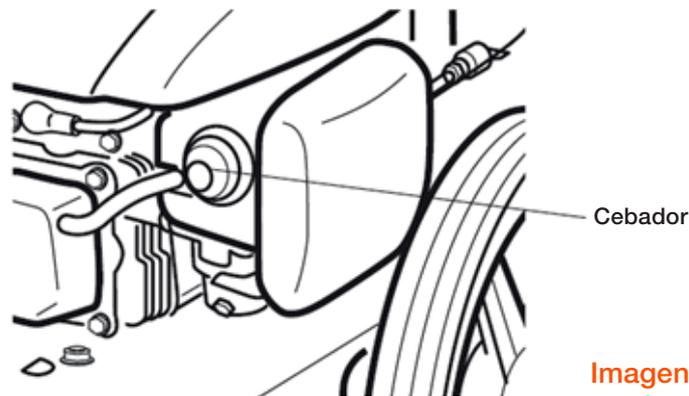

Imagen 3
- **CÓMO USAR EL CEBADOR:** No use el botón del cebador para reiniciar un motor caliente después de un breve apagado. Cuando arranque un motor frío, presione el botón de cebado tres veces (Imagen 3). Espere aproximadamente dos segundos entre cada pulsación.